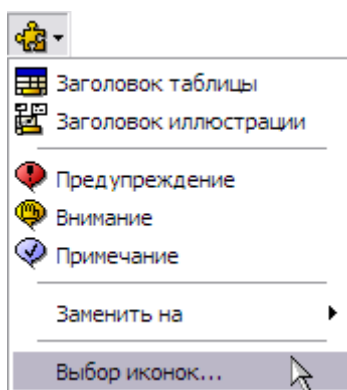

Рис. 3.99
5. Установите курсор в первую строку таблицы, нажмите на кнопку **Стандартные элементы** . Если на этапе подготовки шаблона проекта в модуле TG Designer в него были загружены иконки, то станет активен пункт меню **Выбор иконок...** (Рис. 3.99).